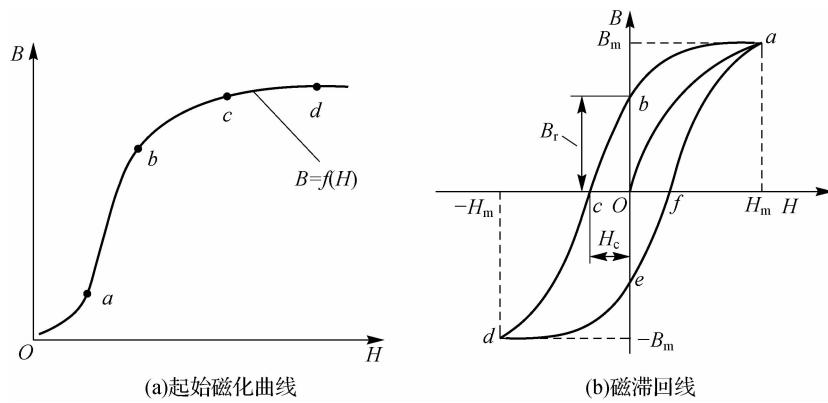

图 0-4 起始磁化曲线和磁滞回线
时,磁感应强度  $B=f(H)$  描述的曲线就称为起始磁化曲线,其形状如图 0-4(a)所示。这是铁磁材料的原始磁化特性,它与平均磁化特性差距甚小。当  $H$  从零增大时, $B$  随  $H$  增加较慢。在  $ab$  段随着  $H$  的增加, $B$  增加较快。在  $bc$  段随着  $H$  的增加, $B$  增加非常缓慢,称为磁化曲线的饱和段。最后为  $cd$  段,又呈直线。其中  $a$  称为跔点, $b$  点为膝点, $c$  点为饱和点。经过饱和点之后,铁磁材料的磁导率趋近于  $\mu_0$ 。
(2)磁滞回线。如图 0-4(b)所示,当  $H$  从零增加到  $H_m$  时, $B$  相应地从零增加到  $B_m$ 。然后再逐渐减小  $H$ , $B$  值将沿曲线  $ab$  下降。当  $H=0$  时, $B$  值并不等于零,而是  $B_r$ ,这就是剩磁。